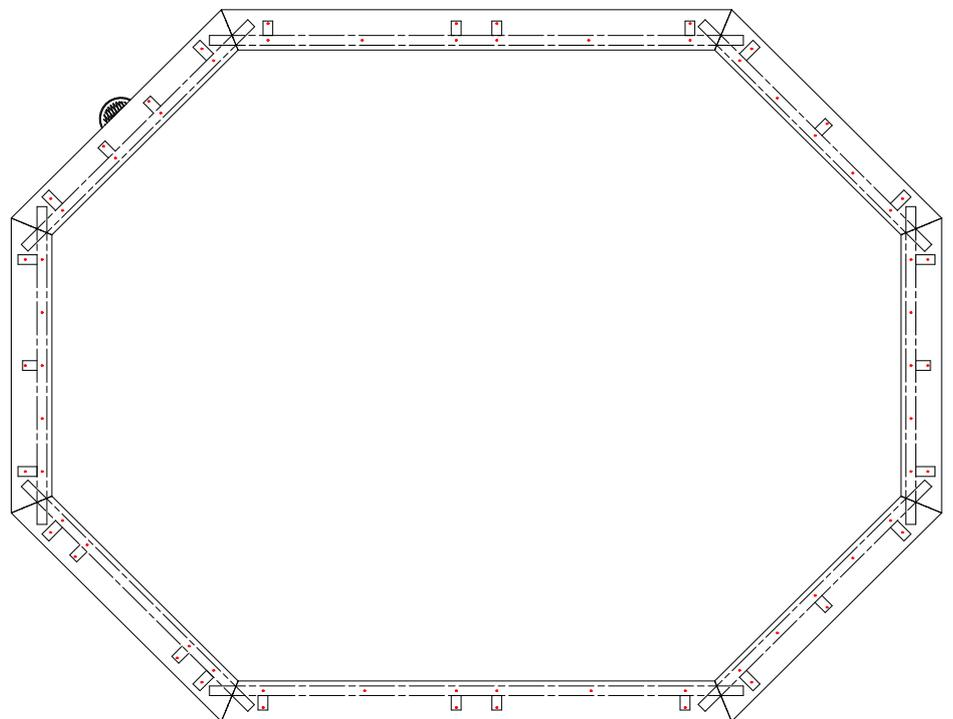

Figure 50
- L'emplacement des vis est matérialisé par les points sur le plan ci-dessous (figure 50).